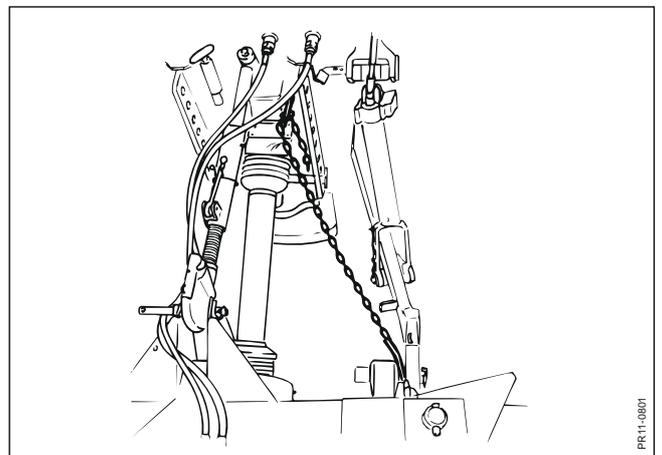

Fig. 2-18
- Fig. 2-18:** Die Haltekette so anbauen, daß der vorgewählte Stopp = die Arbeitsstellung des Winkelgetriebes ist.